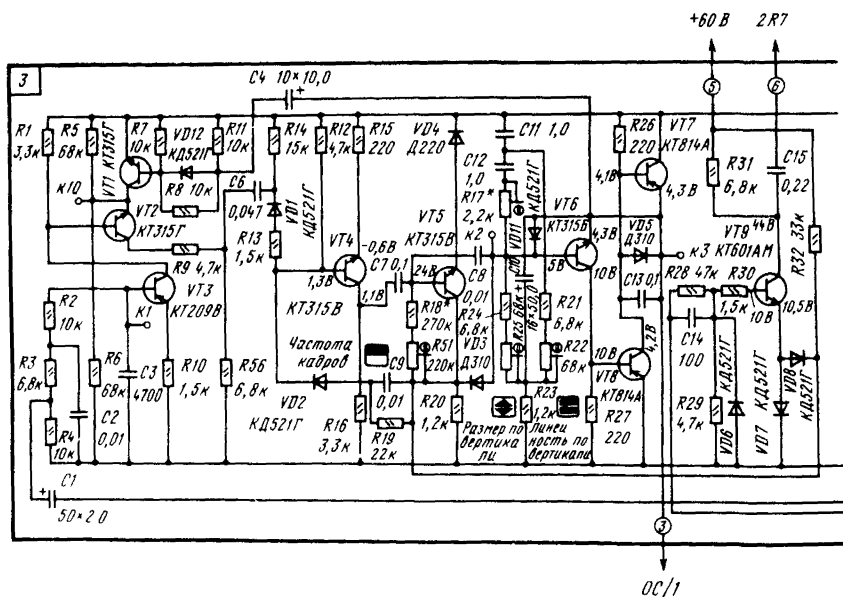

Рис. 3.25. Принципиальная схема платы 3 телевизора «Электроника-408Д»
2. Через разделительную цепь 3C1, 3R4 (рис. 3.25) синхросмесь поступает на интегрирующую цепь 3R3, 3C2, 3R2, 3C3 и далее — на вход усилителя 3VT3, 3VT2.